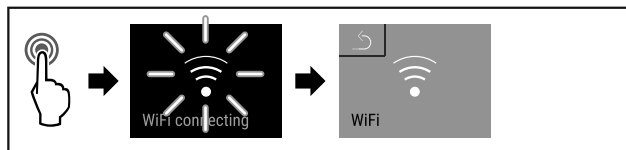

Fig. 118
- ▶ Eseguire i passaggi (vedere Fig. 118) .